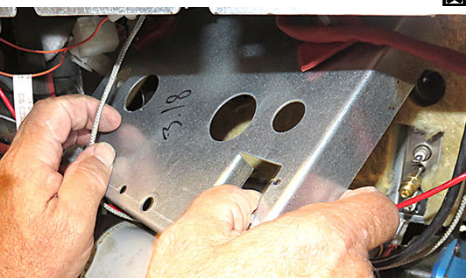

図 31
37. ワイヤの周りで外側の絶縁リテーナを操作して、慎重に取り外します（図 31 を参照）。